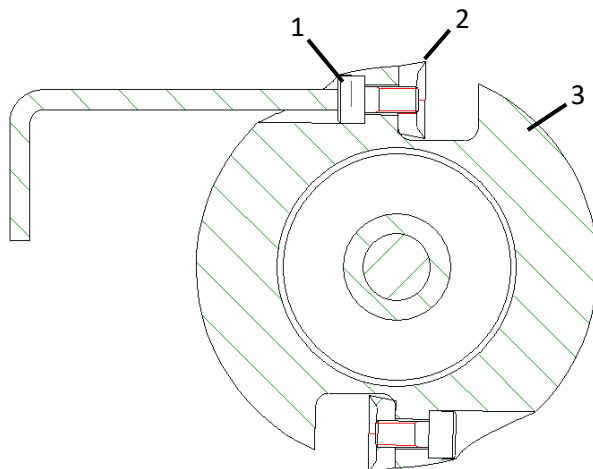

Bild 3. Byta kniv
- Lossa knivskruvarna (1– Bild 3) på fråshuvudet (3– Bild 3) med en 3mm insexnyckel.
- Byt ut rundknivarna (2– Bild 3) eller vrid rundknivarna 180°.